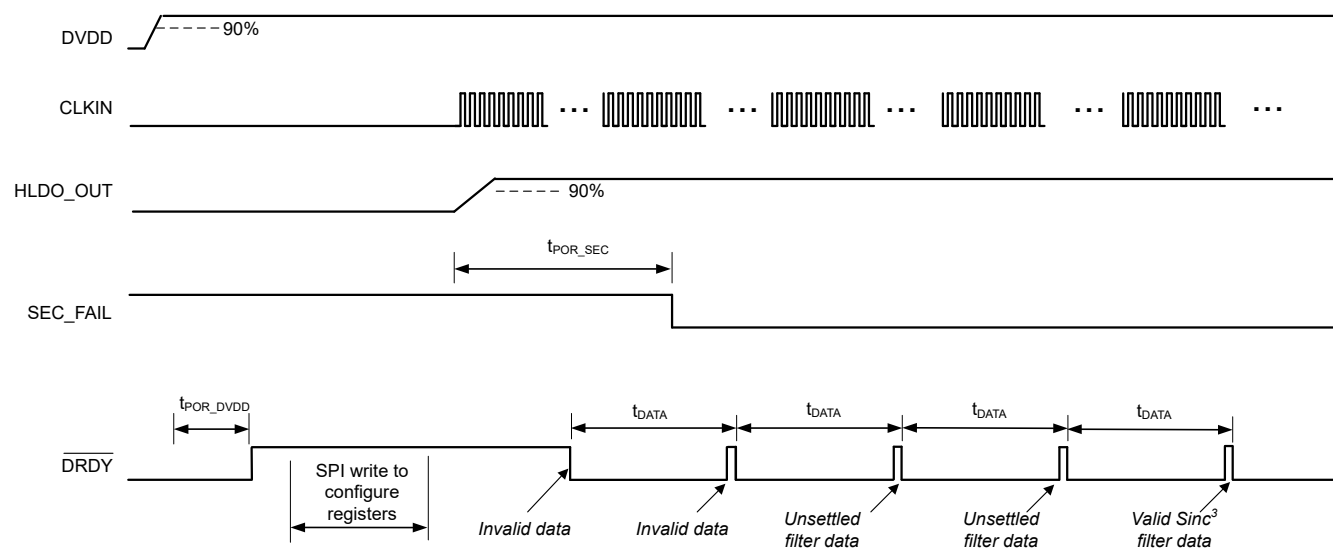
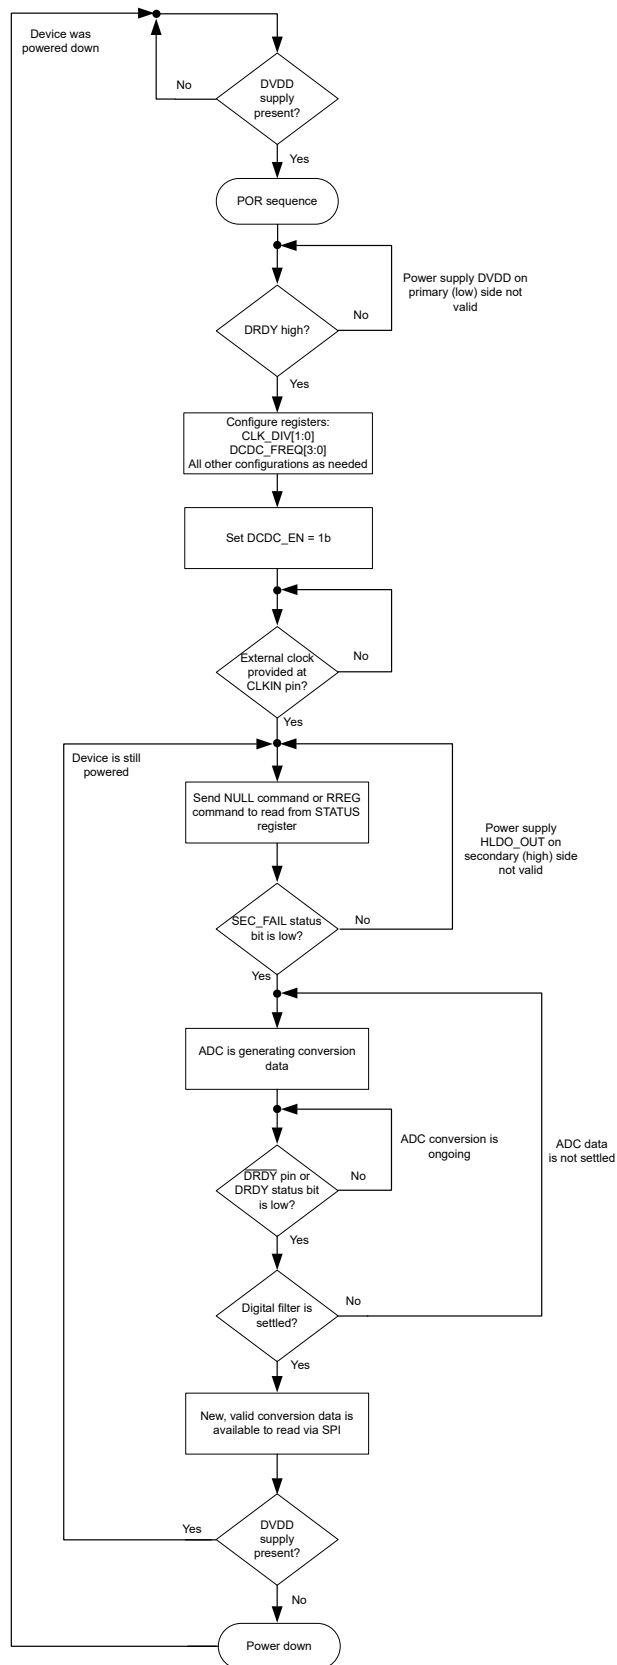

图 8-18. 上电启动行为和稳定时间，OSR = 1024
图 8-19. 上电启动过程的流程图
本节介绍了 AMC131M03-Q1 上电的推荐步骤。图 8-18 所示为使用此建议序列时器件行为的时序图。图 8-19 以图形方式提供了建议序列的流程图。
- $\overline{\text{DRDY}}$ 从高电平转换到低电平表示新的转换数据可用。如图 8-18 所示，只有 SEC_FAIL 在转换期间读取为 0b 时，ADC 数据才有效。图 8-18 中显示的前两个转换结果表示无效数据。
- 当 ADC 生成有效数据时，数字滤波器必须稳定，如 SINC^3 和 $\text{SINC}^3 + \text{SINC}^1$ 滤波器部分所述。图 8-18 中展示的两个后续转换结果是未稳定的结果（假设 OSR 等于 1024），而显示的最后一个转换结果提供了有效的稳定数据。
在图 8-18 中， $t_{\text{POR_SEC}}$ 是从启用直流/直流转换器到 SEC_FAIL 位的第一个下降沿的时间，其中后者表示 HLDO_OUT 引脚上的次级电源已稳定。 $t_{\text{POR_DVDD}}$ 是从 DVDD 电源 90% 到 $\overline{\text{DRDY}}$ 第一个上升沿的时间。